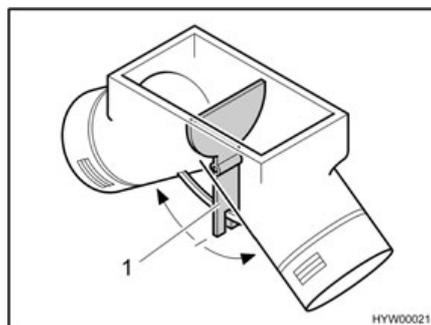

Fig. 123 Ventilateur à air pulsé, vanne de réglage en position intermédiaire
En position intermédiaire, l'air chaud se répartit uniformément sur les deux sorties à air chaud. Le levier de commande (Fig. 123,1) pour la vanne de réglage est installé sous le portillon de la penderie.
- Pousser le levier de commande (Fig. 123,1) dans le sens de la flèche jusqu'à obtention de la position désirée.